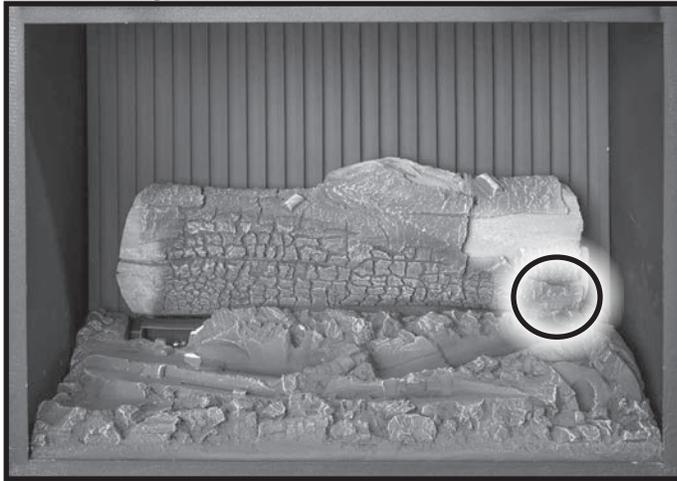

Figure 39. Bûche arrière
3. Installer l'arrière bûche, comme indiqué ci-dessus à la figure 39, en s'asseyant sur le dessus du lit d'embres à l'arrière de la chambre a combustion. Il y a une localisation demi-ronde sur le côté droit, mis en évidence ci-dessus, à l'aide dans le placement correct.